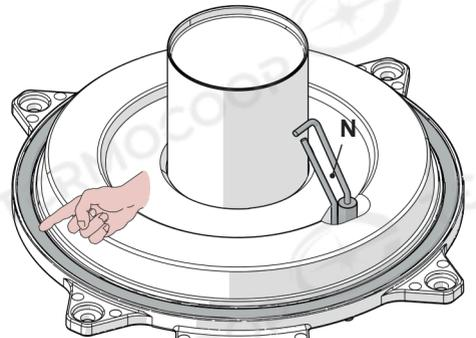

Figura 9.8
- La guarnizione in silicone della parete frontale della camera di combustione Figura 9.8 deve essere cambiata se deteriorata.
- L'elettrodo di accensione/rilevazione N in Figura 9.8 funge anche da sensore per il corretto scarico della condensa.